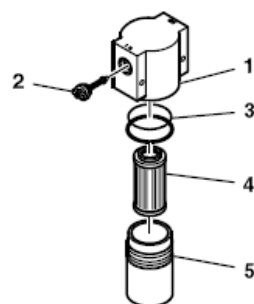

Figura 80
4. Desatornille el filtro(1, Figura 80) de combustible del ensamblaje del cabezal. Deseche el filtro.
4. Desenrosque el receptáculo (5, Figura 80) y retire la junta tórica - (3) y el cartucho del filtro (4).
5. Inserte una junta tórica y un cartucho de filtro nuevos-. Aplique una fina película de aceite alrededor de la junta tórica y -monte el ensamblaje del receptáculo en el cabezal del filtro (1, Figura 80).